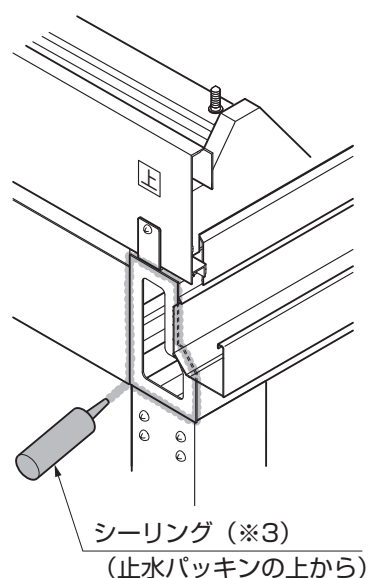

図18-3 桁の端部のシーリング
③桁端面を止水パッキンの上からシーリング(※3)してください。(図18-3参照)